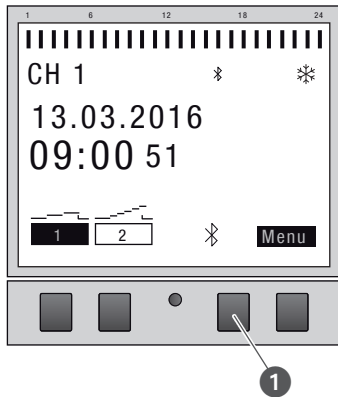

Fig. 26: Connexion Bluetooth à l'horloge
2. Appuyez sur la touche Bluetooth (fig. 26/①) de l'horloge.